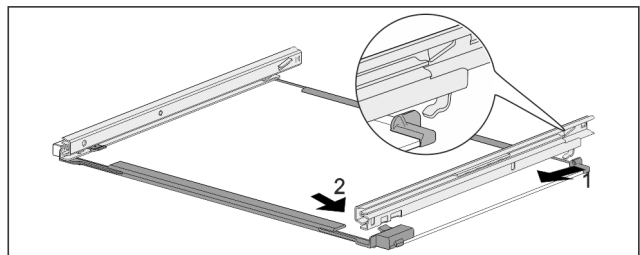

Fig. 264 Glasplatte mit Schienen
- ▶ Schiene hinten einhaken. Fig. 264 (1)
- ▶ Schiene vorne einrasten. Fig. 264 (2)